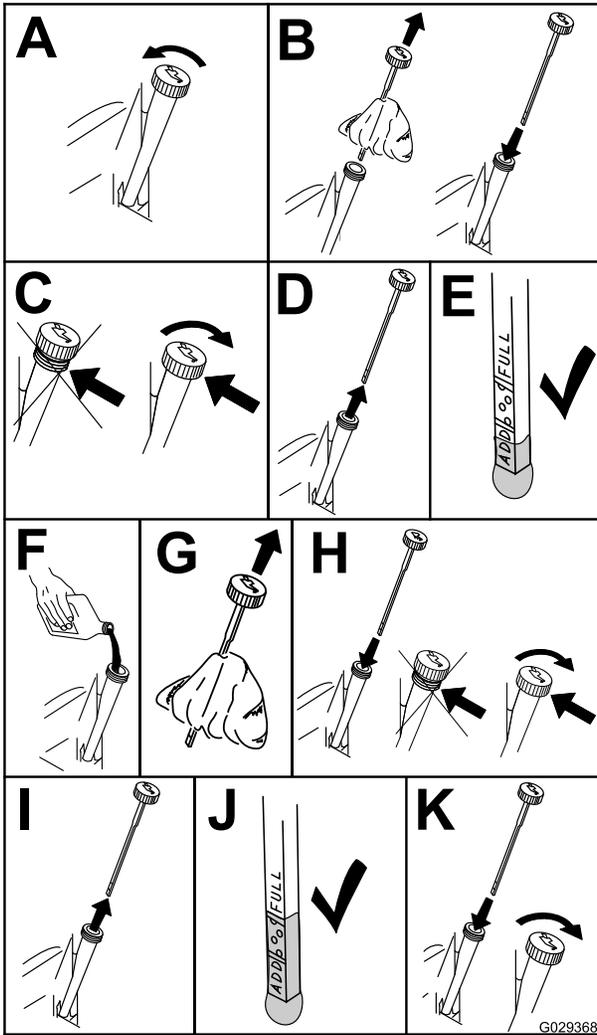

Figura 27
3. Para que no entre suciedad, recortes de hierba, etc., en el motor, limpie la zona alrededor del tapón de llenado/varilla de aceite antes de retirarlo (Figura 27).